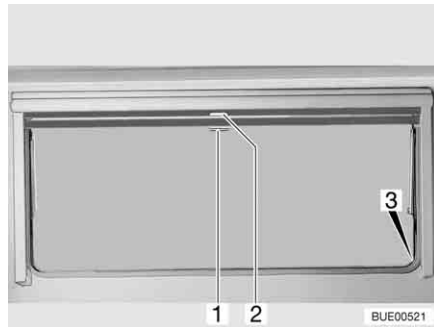

Fig. 72 Ventana abatible
- Tirar del tirador (Fig. 72,2) de la persiana oscurecedora enrollable hacia abajo. Cuando la persiana oscurecedora enrollable se cierre por completo, encajarla en el bloqueo (Fig. 72,3) a ambos lados del marco de la ventana.
- Cuando la persiana oscurecedora enrollable está completamente cerrada: Presionar el tirador (Fig. 72,2) hacia abajo y tirarlo ligeramente hacia dentro. Desenganchar la persiana oscurecedora enrollable de los bloqueos a izquierda y derecha del marco de la ventana.
- Cuando la persiana oscurecedora enrollable se encuentre en una posición intermedia: Tirar ligeramente del tirador (Fig. 72,2) hacia abajo, hasta que se hay soltado el bloqueo.
- Tirar la mosquitera enrollable hacia abajo por el tirador (Fig. 72,1) y engancharla en el bloqueo (Fig. 72,3) a ambos lados del marco de la ventana.
- Presionar el tirador (Fig. 72,1) hacia abajo y tirarlo ligeramente hacia dentro. Desenganchar la mosquitera enrollable de los bloqueos a izquierda y derecha del marco de la ventana.